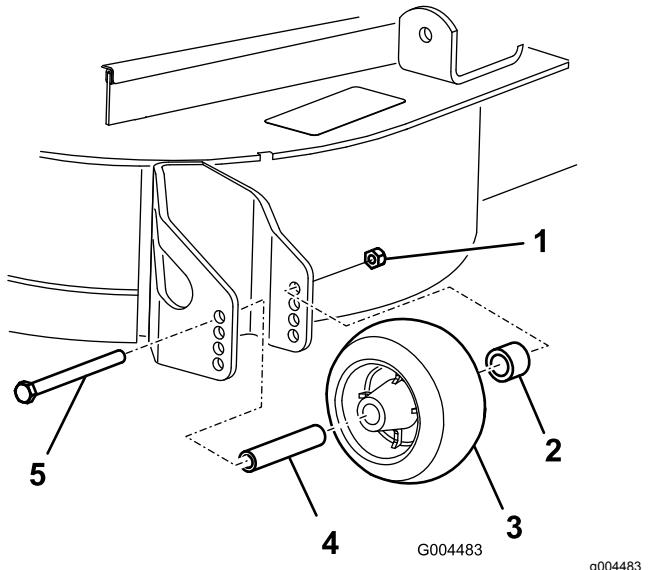

Figura 45
3. Despues de ajustar la altura de corte, ajuste los rodillos retirando la tuerca con arandela prensada, el casquillo, el espaciador y el perno (Figura 45).
- Instale la tuerca con arandela prensada, el casquillo, el espaciador y el perno (Figura 45).